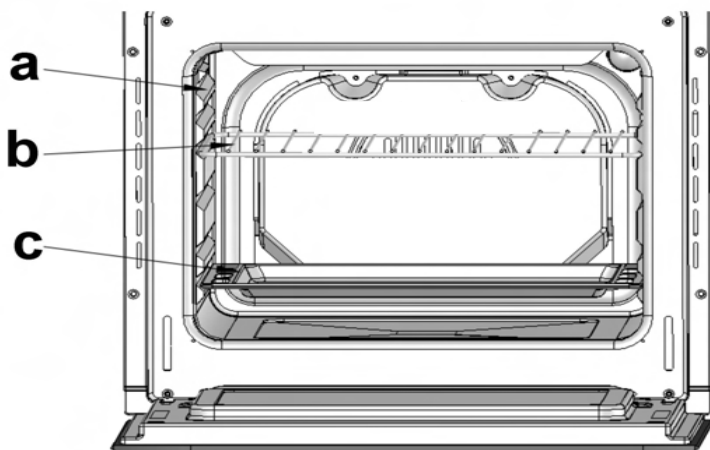

Fig.1
- El horno de su cocina posee una capacidad de 60 lts, lo que permite usarlo para la cocción cómoda aún de ciertos alimentos de volumen alto, como pavo, pierna de cordero, etc... Está dotado de guías laterales (a) estampadas en cada costado (fig. 1) que dan tres posiciones de montaje a una parrilla (b) y una bandeja (c). También el horno está dotado de un quemador Grill el cual dora los alimentos en la bandeja.